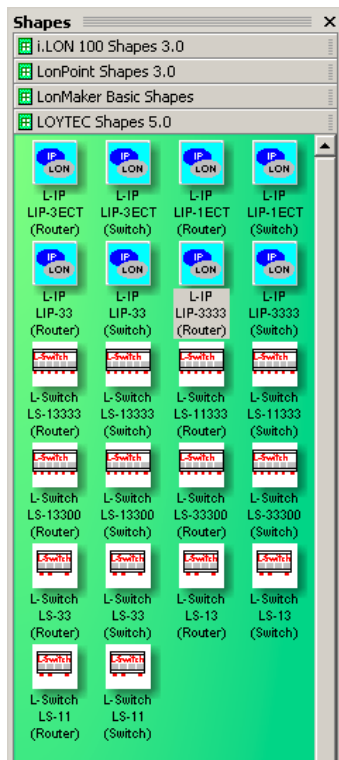

Abbildung 1: Das LOYTEC Shapes Sheet Version 5.0.0
3. Nun sollten Sie die L-Switch Shapes im LonMaker™ für Windows verwenden können (siehe Abbildung 1).